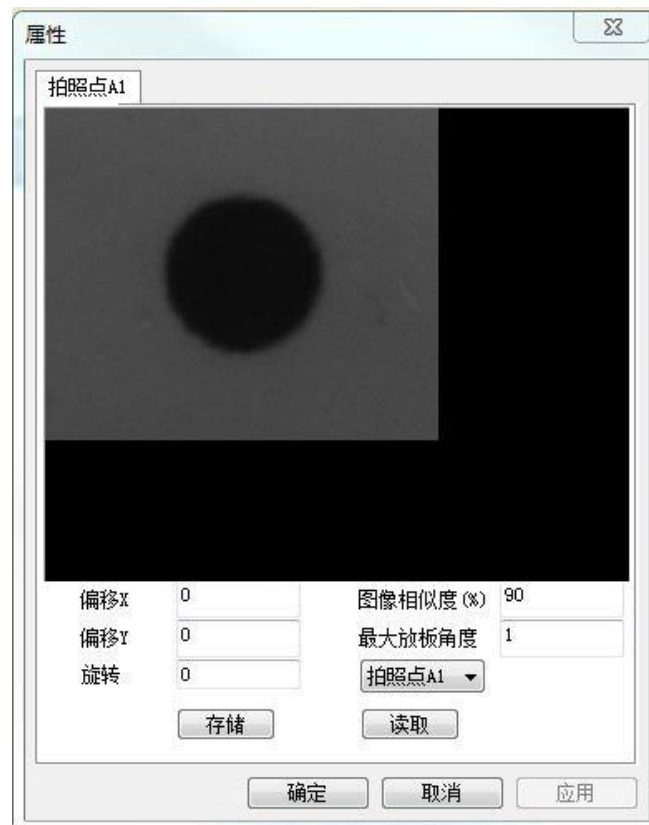

图 30 加工属性窗口
- 标识属性中包含已取得标识的图像信息、图像相似度以及最大放板角度。见图 30 加工属性窗口。